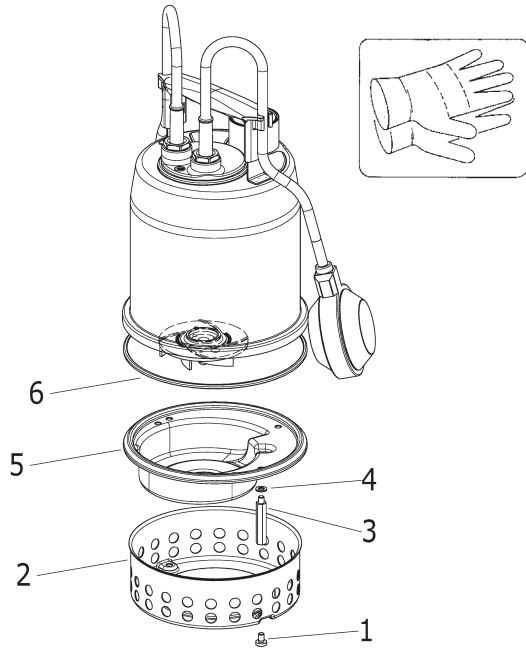

FIG. 9 • BEST 2-3-4-5
- odkręcić dwie śruby (1) mocowania filtra;
- odczepić filtr (2);
- odkręcić dwie podkładki (3) o ściągnąć spiralę (5);
- małym śrubokrętem ściągnąć podkładki nylonowe (4) i zamienić na nowe;
- uważać aby nie zniszczyć uszczelki (6).
7.2. ELEKTROPOMPA BEST 2-5 (RYS. 9)